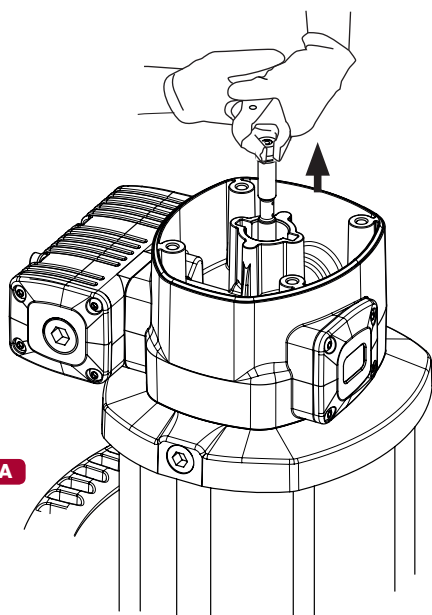
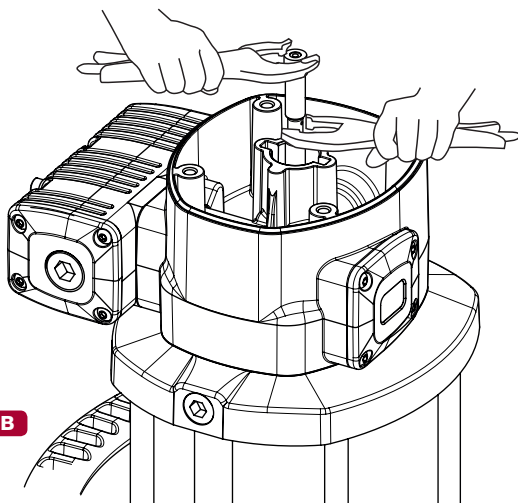

FIG. 5A
FIG. 5B
1. Unscrew the bolts (2) and remove the cap (3).
2. Unscrew the sensor sleeve (4).
3. With a manual clamp on the nut (5), pull the rod (39) outwards until its central recess appears (fig. 5A). Then, with another manual clamp, grab the rod (40) on said recess to prevent sealing surface to be damaged, and unscrew the nut (5) (fig. 5B).
4. Remove o-ring (6) and ring (7), and replace them with new ones later.
5. Unscrew the bolts (55). Pull the motor body (13) outwards to free it along with bridle (36).
6. Take away the gasket (9) and replace its seals (8) and (10).
7. Unscrew the bolts (37) and split the motor (13) from the bridle (36). Take away the washer (32) and replace the seal (8).
8. Take away the cylinder (50) while carefully holding the air piston (46). Replace the piston seal (45).
9. Reassemble in reverse order, applying thread locker in screws (37), nut (5) and sensor sleeve (4).
1. Skruva bort skruvarna (2) och ta bort locket (3).
2. Skruva bort sensorhylsan (4).
3. Använd en polygrip för att hålla fast muttern (5), dra axeln (39) uppåt tills en avsmalning i axeln blir synlig (fig 5A). Använd ytterligare en polygrip och fatta runt avsmalningen i axeln för att undvika skador på tätningstorna på axelns större diameter, och skruva sedan bort muttern (5) (fig 8B).
4. Ta bort o-ringen (6) och ringen (7) och byt ut mot nya senare.
5. Skruva bort skruvarna (55). Dra bort luftmotorns hus (13) tillsammans med adapterplattan (36).
6. Ta bort hylsan (9) och byt tätningarna (8) och (10).
7. Skruva bort skruvarna (37) och dela luftmotorn (13) från adapterplattan (36). Ta bort brickan (32) och byt ut tätningen (8).
8. Ta försiktigt bort luftcylindern (50) samtidigt som man håller i luftkolven (46). Byt ut luftkolvens o-ring (45).
9. Montera i omvänd ordning, applicera låsvätska på skruvarna (37), muttern (5) och sensorhylsan (4).